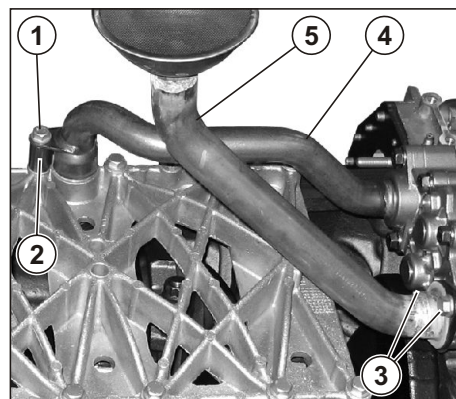
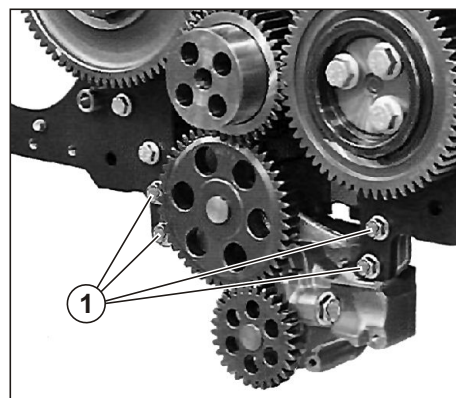

Рис. 29. Снятие патрубков насоса масляного.
Рис. 30. Снятие насоса масляного.
1. Отвернуть болт (1) (310117) патрубка маслоподводящего (см. Рис. 29) и снять втулку (2) (650.1011378).
2. Снять патрубок маслоподводящий (4) (650.1011350 - в сборе) от насоса масляного к блоку цилиндров.
4. Открутить болты (3) (310114).
5. Снять патрубок маслозаборный (5) (650.1011398).
7. Открутить болты (1) (310038) крепления насоса масляного (см. Рис. 30).